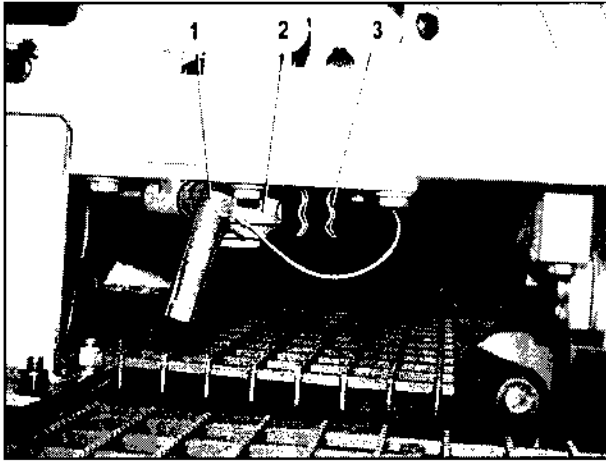

Bild 105
24. Mastsicherungsbolzen (Bild 105/1) aus der Aufbewahrungshalterung ziehen, in die Aufnahme (Bild 105/2) am Mastpaket einsetzen und Griff in die Klemmfeder (Bild 105/3) drücken.